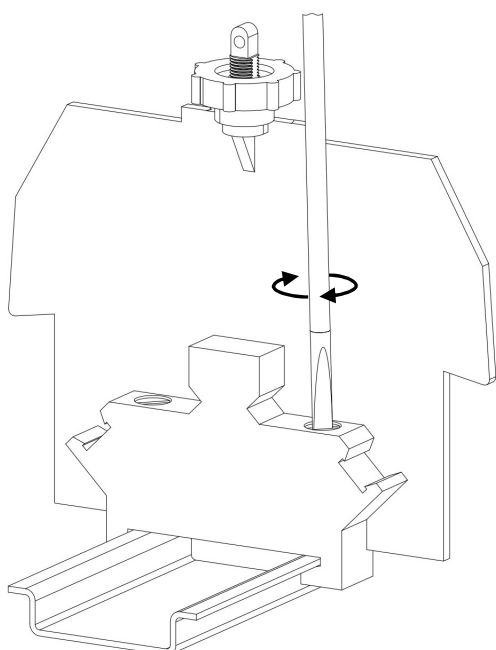
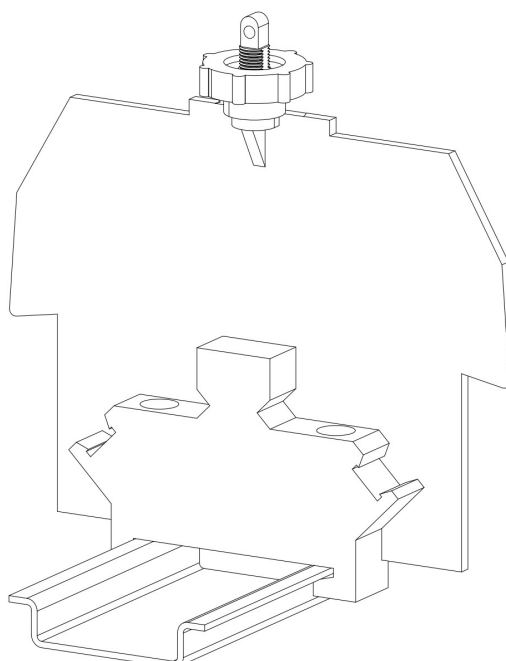

Рисунок 89 – фиксация держателя профиля
Рисунок 90 – зафиксированный держатель профиля
- Вставьте плоскую отвертку в шлиц винта и, закрутив каждый винт по часовой стрелке до момента фиксации, зафиксируйте держатель профиля на монтажной рейке (рис. 89; рис. 90).